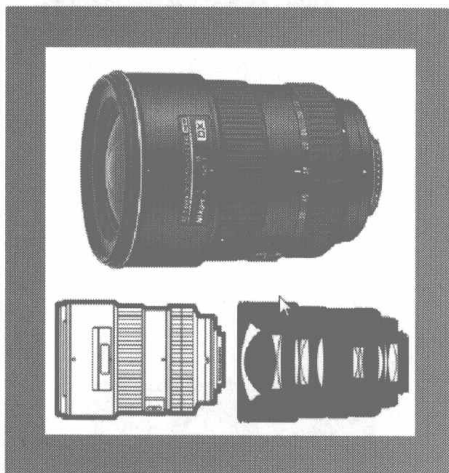
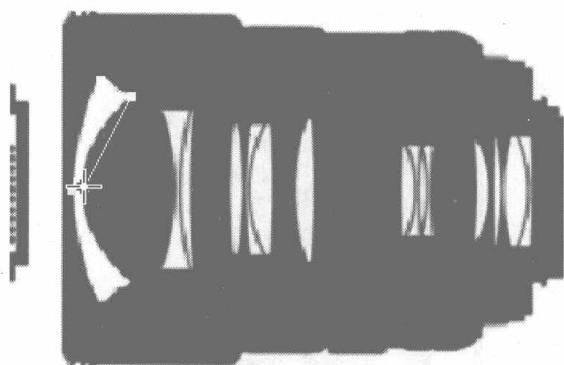

图 6.354
图 6.355
- 01** 首先在 Front 视图中打开数码相机参考图如图 6.354 所示, 在 Create 控制面板中单击 二维编辑按钮, 再单击 **Line** 按钮, 在视图中绘制如图 6.355 所示的曲线。